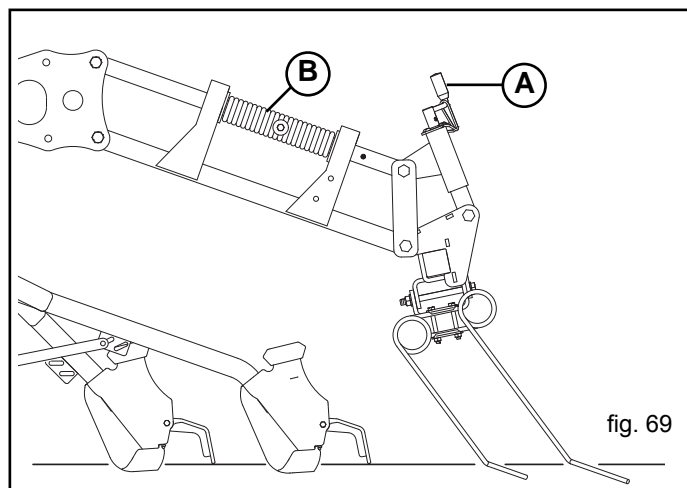

fig. 69
La position de travail normale de la herse est indiquée sur la Figure 69. Dans cette position, l'usure de la dent courte et de la dent longue est identique. Grâce à la poignée de réglage (A), il est possible de modifier l'inclinaison de la herse.
Pour modifier la pression de travail des dents à ressort de la herse recouvre-graines, faire tourner le ressort (B) placé sur le bras parallèle supérieur (Fig. 69).